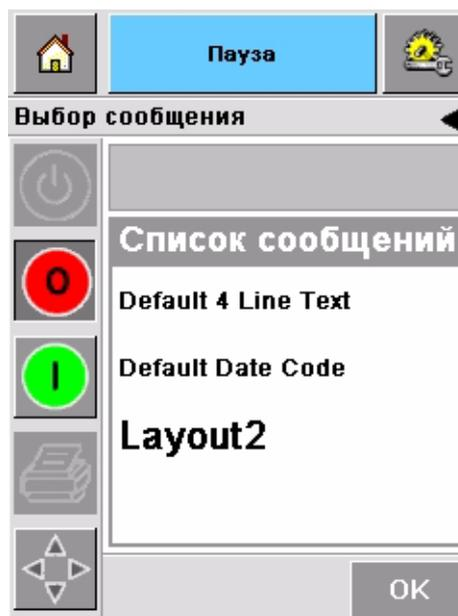

Рисунок 4-4: Список заданий на печать
- 1 Нажмите кнопку «Job» (задание) на главной странице. Отобразится список доступных заданий (Рисунок 4-4).